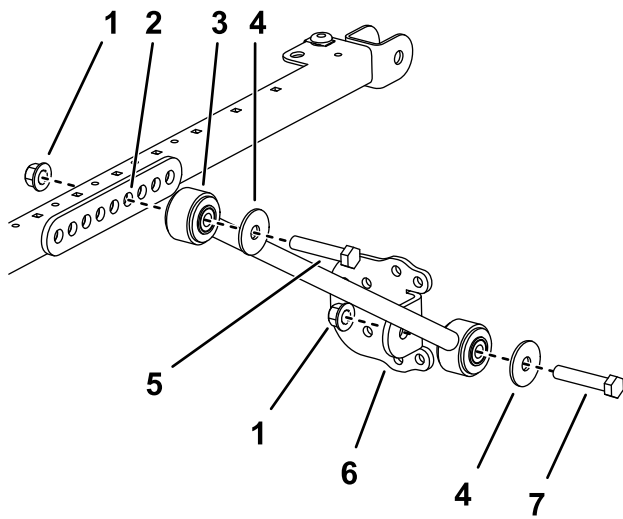

Figura 45
5. En cada lado del bastidor del toldo, monte provisionalmente un acoplamiento de extensión en el cuarto taladro del soporte del tirante con 2 pernos (1/2" x 2 3/4") y 2 tuercas con arandela prensada (1/2"), tal y como se muestra en la Figura 45.
6. Sujete provisionalmente un soporte de tirante a cada tirante con un perno (1/2" x 2 1/2"), una arandela (1/2") y una tuerca con arandela prensada (1/2"), según se muestra en Figura 45.